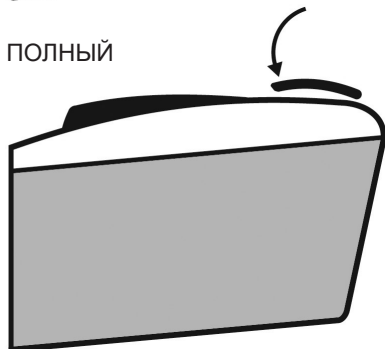

Рис. 22. Индикатор заполнения травосборника
11. В процессе работы травосборник заполняется. Для контроля заполнения травосборника на верхней части травосборника имеется индикатор (флажок). Пока травосборник не заполнен, флажок будет приподниматься из корпуса травосборника потоком воздуха, проходящим через травосборник. Если флажок находится в горизонтальном положении, значит травосборник заполнен (Рис. 22).